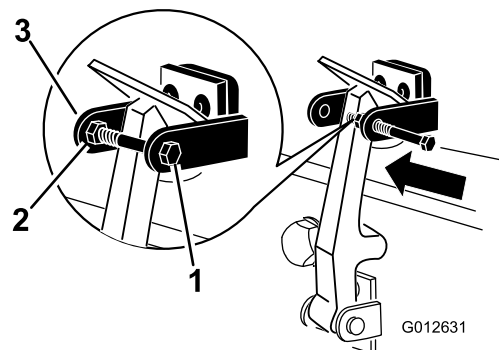

Figura 10
8. Montați urubul la celălalt bra al suportului clichetului capotei pentru a bloca clichetul în poziție (Figura 10). Strângeți urubul, dar nu strângeți piulița.